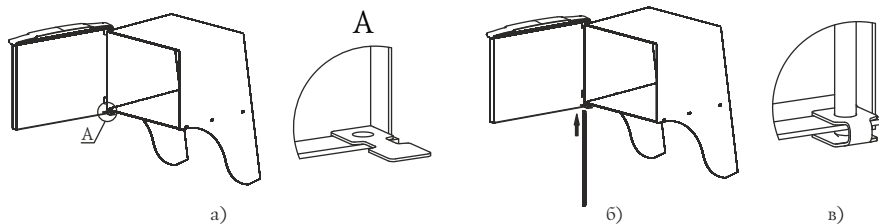

Рисунок 5. Установка двери при монтаже печи.
2. Установите дверь на втулки топливного канала, совместив отверстия (рисунок 5.а);
3. Совместите отверстие упора с нижним отверстием каркаса, при этом упор должен располагаться внутри каркаса (рисунок 5.а);
3. Вставьте ось через отверстия снизу вверх (рисунок 5.б),
4. Подогните упор, фиксируя конец оси между площадками упора (рисунок 5.в);